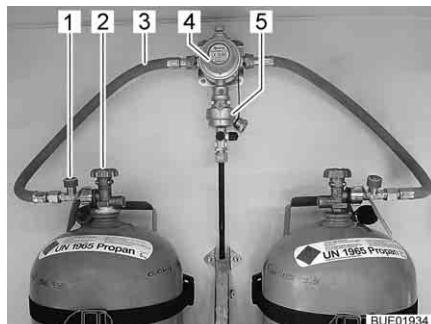
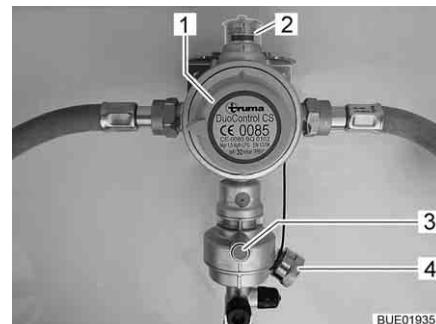

Fig. 101 Bombole del gas con DuoControl
Fig. 102 Impianto di regolazione DuoControl
L'impianto di regolazione DuoControl consiste in una valvola di commutazione (Fig. 101,4) e un sensore crash (Fig. 101,5). L'impianto di regolazione DuoControl è installato tra i tubi flessibili del gas (Fig. 101,3) con un dispositivo antirottura del tubo flessibile (Fig. 101,1). Con la manopola (Fig. 102,1) sulla valvola di commutazione è possibile stabilire quale delle bombole del gas viene utilizzata come bombola in uso e quale come bombola di riserva.
Nella finestra di controllo (Fig. 102,2) viene visualizzato lo stato del rifornimento di gas:
Il funzionamento con una sola bombola del gas è consentito, ma in questi casi il collegamento aperto deve essere assolutamente chiuso con una copertura cieca (Fig. 102,4).
Il sensore crash blocca l'alimentazione del gas in caso di forti vibrazioni (es. incidente). Il sensore crash viene azionato mediante pressione del tasto reset verde (Fig. 102,3).
Il dispositivo antirottura del tubo flessibile (Fig. 101,1) blocca il flusso di gas quando il tubo flessibile collegato si rompe. Il dispositivo antirottura del tubo flessibile deve essere attivato premendo il tasto verde.
Tramite la centralina di controllo (Fig. 103) è possibile attivare e disattivare l'alimentazione del gas tramite l'impianto di regolazione DuoControl. Le valvole principali di arresto (Fig. 101,2) delle bombole del gas e i rubinetti di arresto del gas degli apparecchi devono essere aperti manualmente.
- Con la manopola (Fig. 102,1) sulla valvola di commutazione selezionare la bombola del gas, da cui proviene la principale alimentazione del gas (bombola in uso). Girare la manopola fino all'arresto.
- Aprire le valvole principali di arresto (Fig. 101,2) delle bombole del gas.
- Premere il tasto verde del dispositivo antirottura del tubo flessibile (Fig. 101,1). Nella finestra di controllo (Fig. 102,2) viene visualizzato il simbolo verde.
- Chiudere le valvole principali di arresto (Fig. 101,2) delle bombole del gas.
Se la spia di controllo verde (Fig. 103,6) si spegne durante il funzionamento e la spia di controllo rossa (Fig. 103,5) si accende, significa che la bombola in uso è vuota e deve essere sostituita. Nella finestra di controllo (Fig. 102,2) viene visualizzato il simbolo rosso. La bombola di riserva continua ad alimentare le utenze a gas.
- Ruotare di mezzo giro la manopola (Fig. 102,1) in direzione della bombola del gas utilizzata. In questo modo questa bombola del gas ora è la bombola in uso, mentre la bombola del gas vuota diventa la bombola di riserva. Il simbolo nella finestra di controllo (Fig. 102,2) passa da rosso a verde.
- Chiudere la valvola principale di arresto (Fig. 101,2) della bombola del gas vuota. Osservare la direzione della freccia.
- Premere il tasto verde del dispositivo antirottura del tubo flessibile (Fig. 101,1).